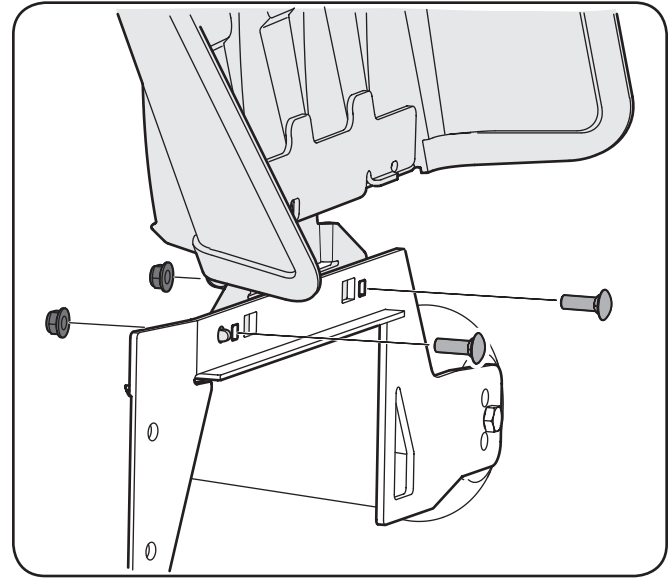

Figura 3-5
1. Extraiga los pernos de carro y las tuercas de seguridad con reborde instalados en el soporte de montaje de la plataforma. Vea la Figura 3-5.